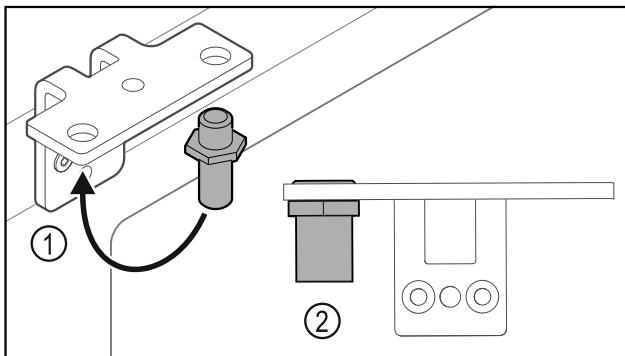

Fig. 38
- ▶ Cambiar la posición del perno Fig. 38 (1) en la escuadra de bisagra.
- ▶ Apretar el perno Fig. 38 (2) con un **par de 12 Nm**.